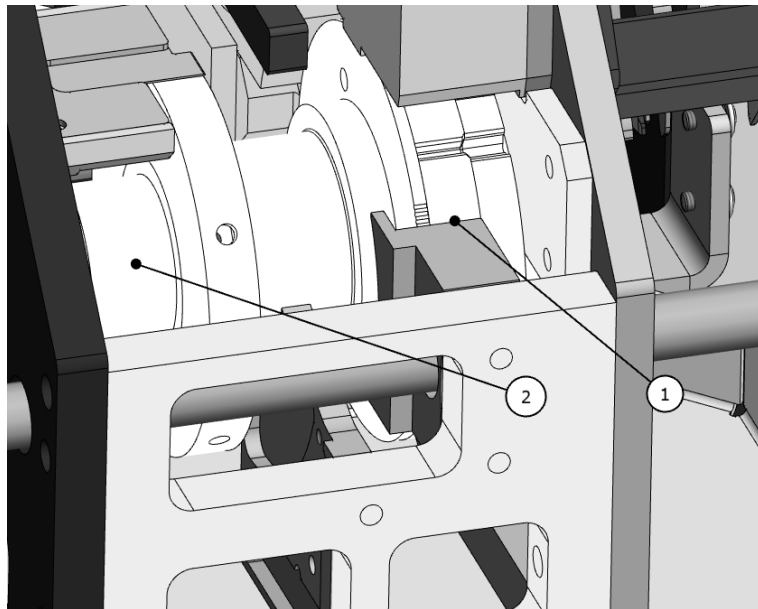

Abb. 15: Ölen Crimptrommel
- Abstützung (vgl. Abb. 15, Pos. 1) und Lagerung (vgl. Abb. 15, Pos. 2) der Crimp-trommel ölen.